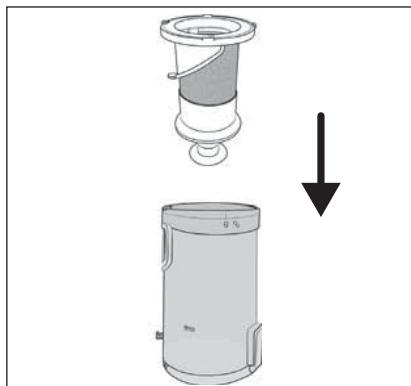

Fig. 26
- 6) Sæt filteret af rustfrit stål ⑥ ind i smudsbeholderen ⑦, og tryk det helt ned (se fig. 26). Vær opmærksom på, at låsene på filteret af rustfrit stål ⑥ har forskellige størrelser. Filteret af rustfrit stål ⑥ kan kun sættes ind i én position i smudsholderen ⑦ på grund af disse låse.